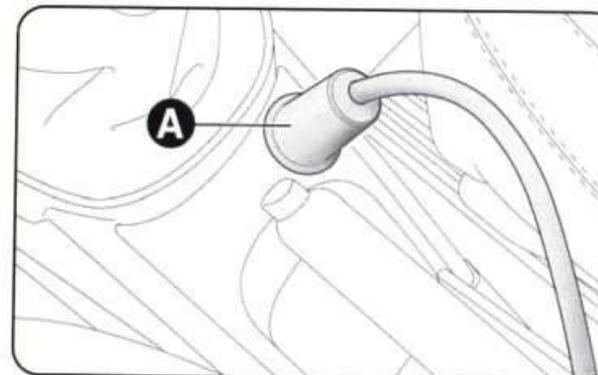
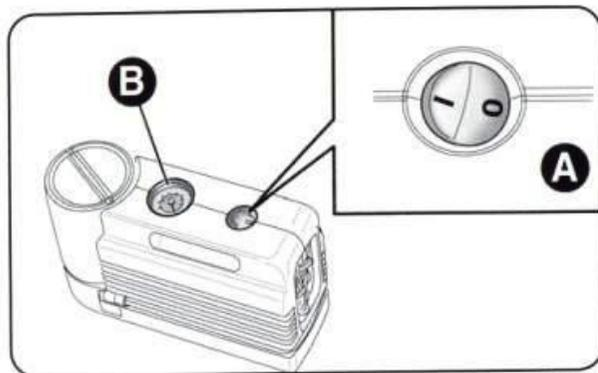

рис. 17
рис. 18
- убедитесь, что выключатель А (рис. 18) на компрессоре находится в положении 0 (выключено), запустите двигатель, вставьте вилку А (рис. 17) в розетку электропитания/прикуриватель на центральном туннеле и включите компрессор, установив переключатель А (рис. 18) в положение I (включено);
- доведите давление воздуха в шине до значения, указанного в параграфе «Колеса» в главе 6. Значение давления следует считывать с циферблата манометра В (рис. 18) при выключенном компрессоре;